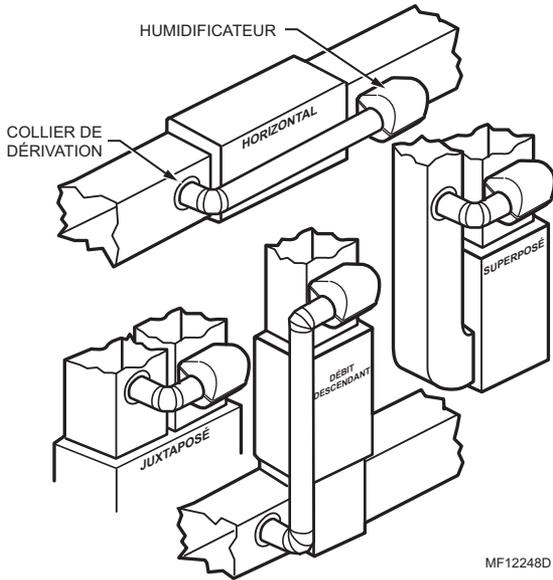

Fig. 1. Emplacements types de l'humidificateur.
- Choisir un emplacement pour l'humidificateur sur la gaine d'arrivée (flux d'air chaud). Voir la Fig. 1 pour les exemples. Un montage sur la gaine de retour est permis en cas de limitations d'espace sur la gaine d'arrivée. Si l'humidificateur est monté sur la gaine de retour, il suffit de permuter la gaine de retour et la gaine d'arrivée tout au long de ces instructions.